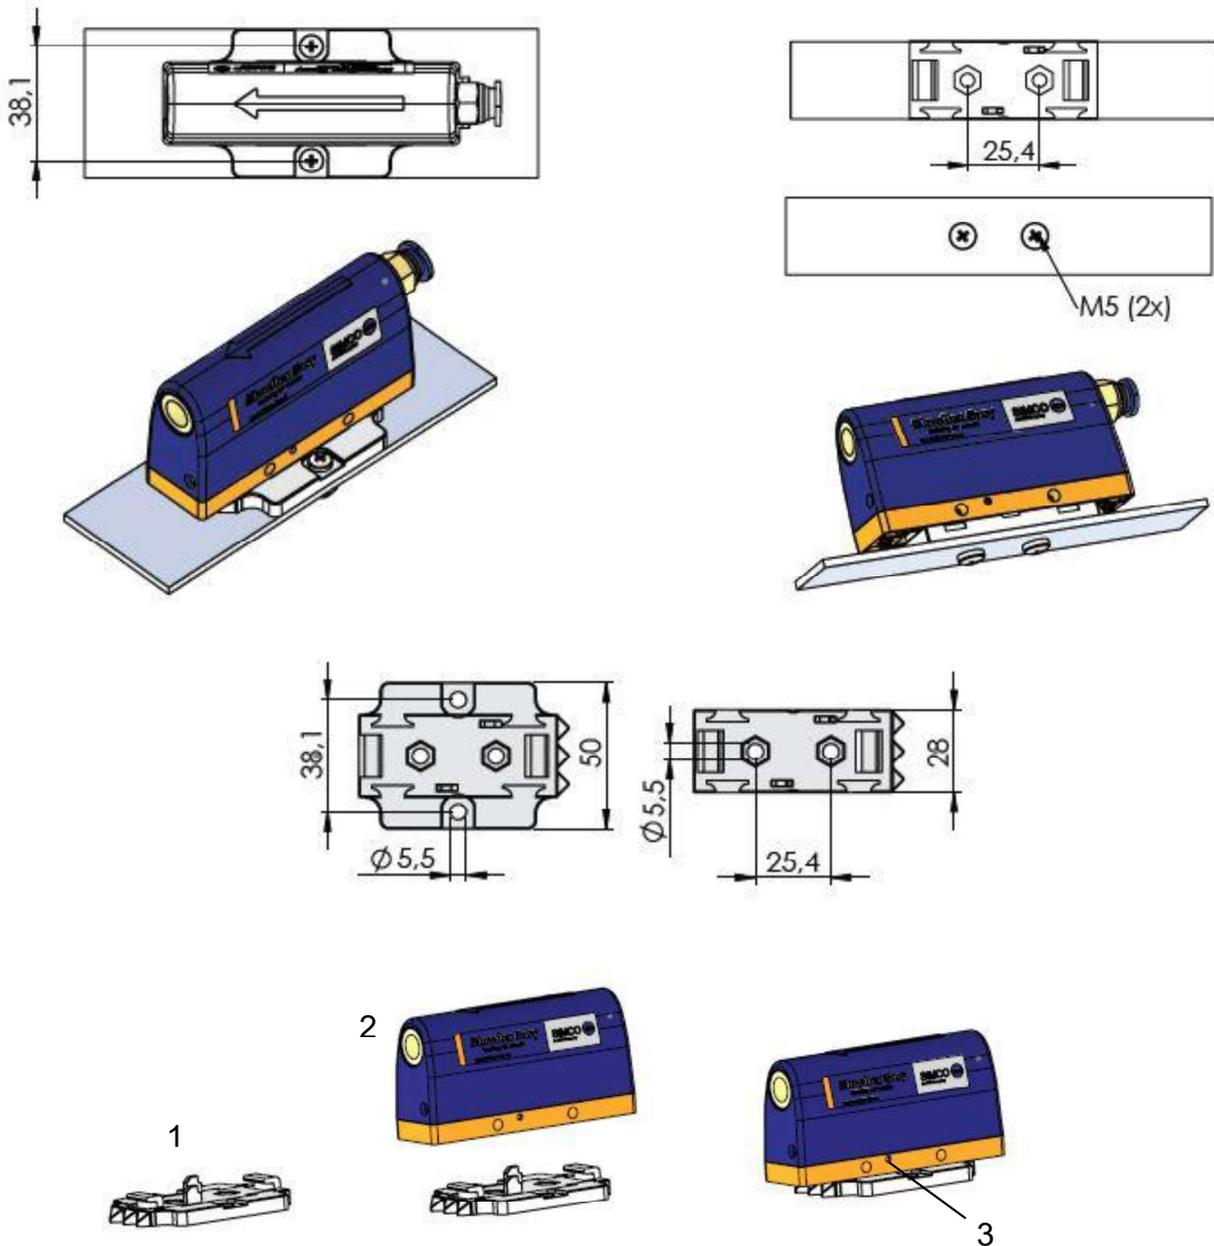

Abbildung 5.3: Befestigung mit dem Montagefuß
- Schrauben Sie die Stellschrauben (3) aus der Montagehalterung (siehe Abbildung 5.3).